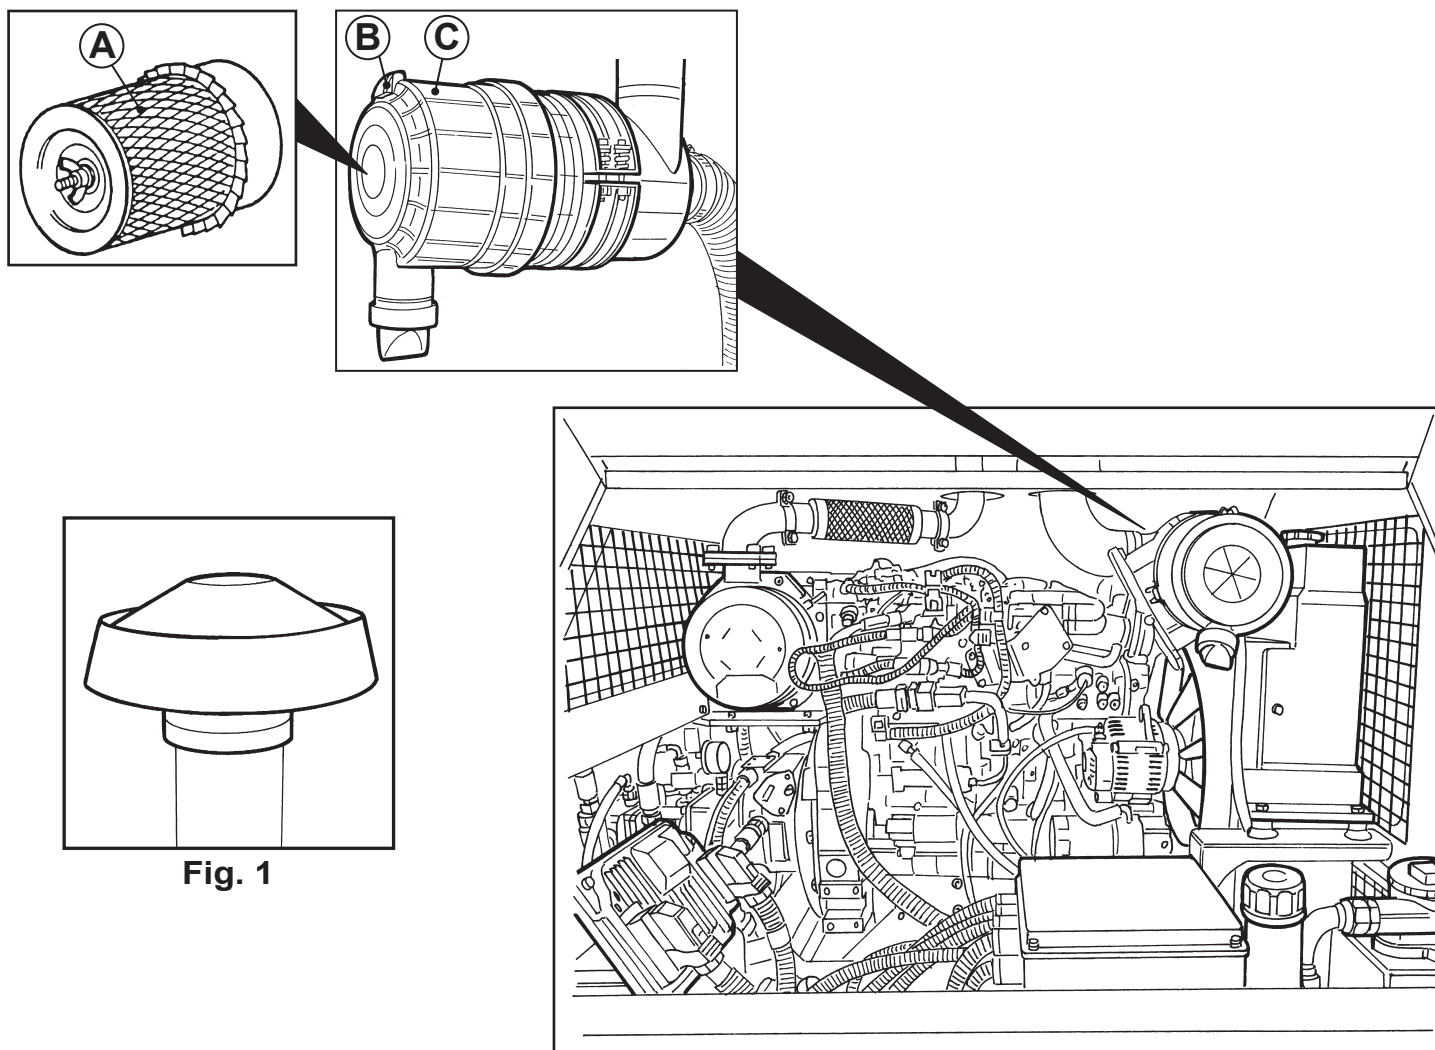

Fig. 1
- Clean the air entrance openings of the caps **(Fig. 1)** from potential foreign objects that might obstruct the air intake.
- Nettoyez également les ouvertures d'entrée d'air de la hotte **(Fig. 1)** de tout corps étranger qui pourrait obstruer l'entrée d'air.
- También limpie las aberturas de entrada de aire de la cúpula **(Fig. 1)** de cualquier cuerpo extraño que obstruya la entrada de aire.